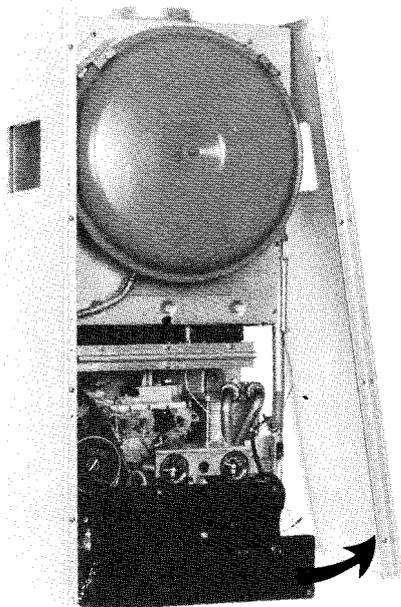

Fig. 21
- 2) Montare detti particolari cominciando dai pannelli laterali (fig. 21). Dopo averli agganciati, inserire le viti nella parte inferiore ed avvitarle a metà.
- 4) Agganciare il pannello frontale inserendolo negli appositi tiraggi superiori (42) (fig. 21) e nella parte inferiore montare le due viti di fissaggio.